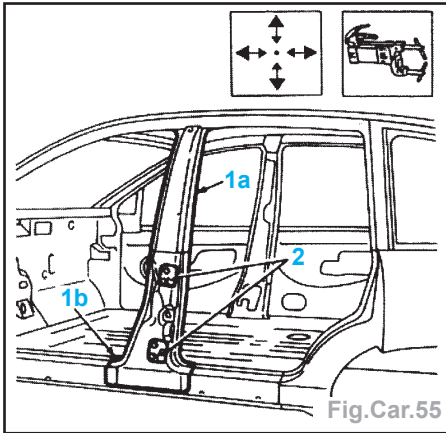

Fig.Car.55
- Positionner le pied milieu (1a) et le fixer avec des vis parker (1b) (Fig.Car.55).